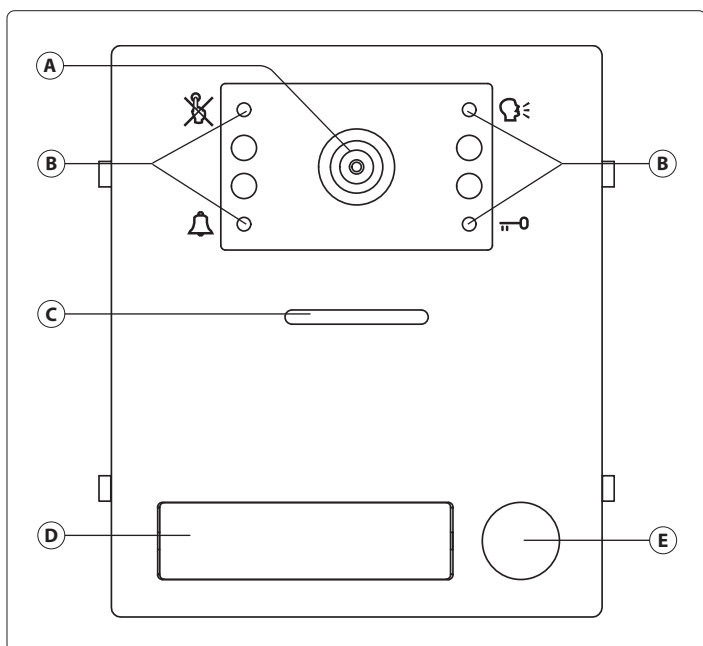

Fig. 1 Fronte
- Premere e tenere premuto il pulsante  (Fig. 1 a pag. 14) dopodiché ricollegare l'alimentazione.